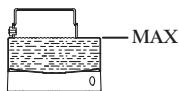

Fig. 4
- Abra a Cafeteira, rodando para a esquerda. retire o filtro em funil e encha o reservatório com água fria, até 2-3 mm abaixo da válvula de segurança. (fig. 4)